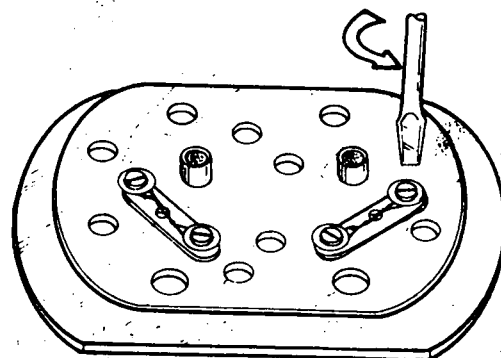

Fig. 3
- b Afrouxe o suporte das válvulas (fig. 3).